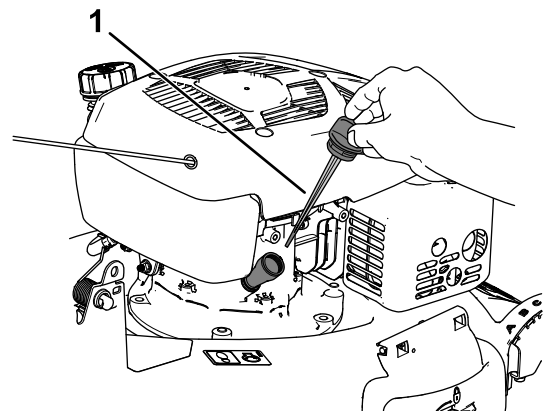

Figure 31
3. Tournez le bouchon dans le sens antihoraire et sortez la jauge (Figure 31).
4. Inclinez la machine sur le côté (filtre à air en haut) pour vidanger l'huile usagée par le tube de remplissage (Figure 31).